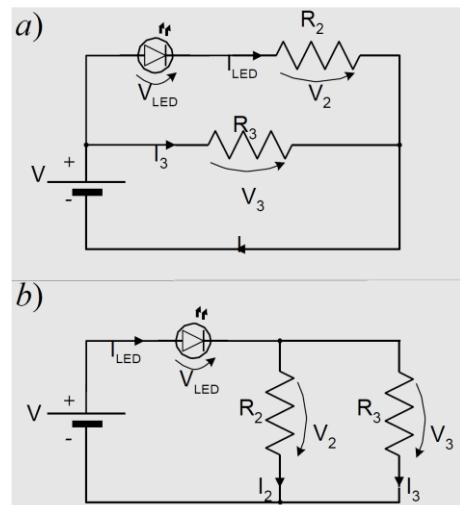

Figura 6 - Circuitos semelhantes aos mostrados na Figura 1, mas com a resistência  $R_1$  substituída por um diodo emissor de luz (LED) polarizado directamente.
1. Substitua a resistência  $R_1$  por um LED polarizado directamente como se indica na Figura 6. Não se engane na resistência a mudar e tenha atenção ao modo como monta o diodo (consulte a Figura 7 no Apêndice A). Repita todos os procedimentos anteriores com uma ddp na fonte igual  $V = 10$  V e, uma outra vez, para  $V = 5$  V.